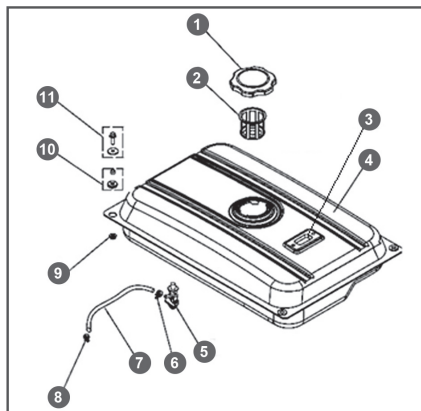

Рис. 22 Конструкция топливного бака
Откройте крышку 1 топливного бака 4 и извлеките сетчатый пластмассовый фильтр 2, расположенный под крышкой топливного бака (Рис. 22).
2. Снимите хомут 6 крепления и отсоедините топливный шланг 7 от топливного крана 5 (Рис. 22).
3. Выкрутите топливный кран из топливного бака 4 (Рис. 22).
- Сборку и установку топливного крана и топливного бака произведите в обратную последовательности (Рис. 22).